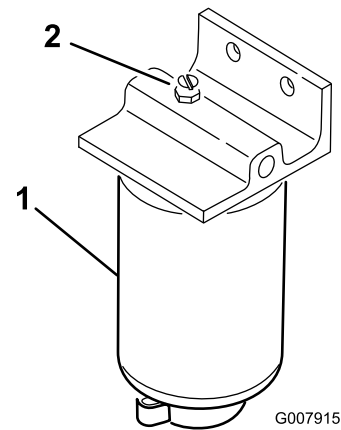

Figure 36
3. Ouvrez le bouchon d'aération sur le filtre à carburant/séparateur d'eau (Figure 36).